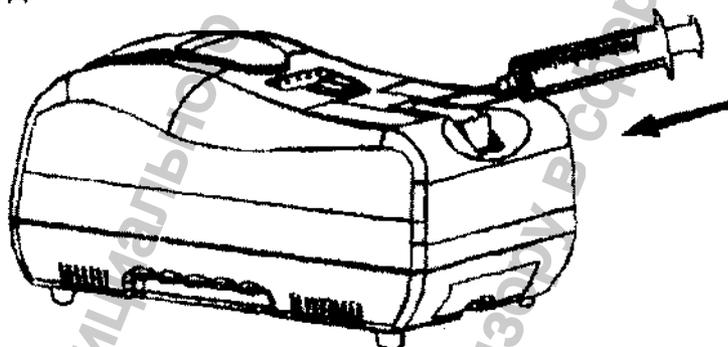

Рис. 2
2.3.2 Для расплавления иглы (см. рис. 2):